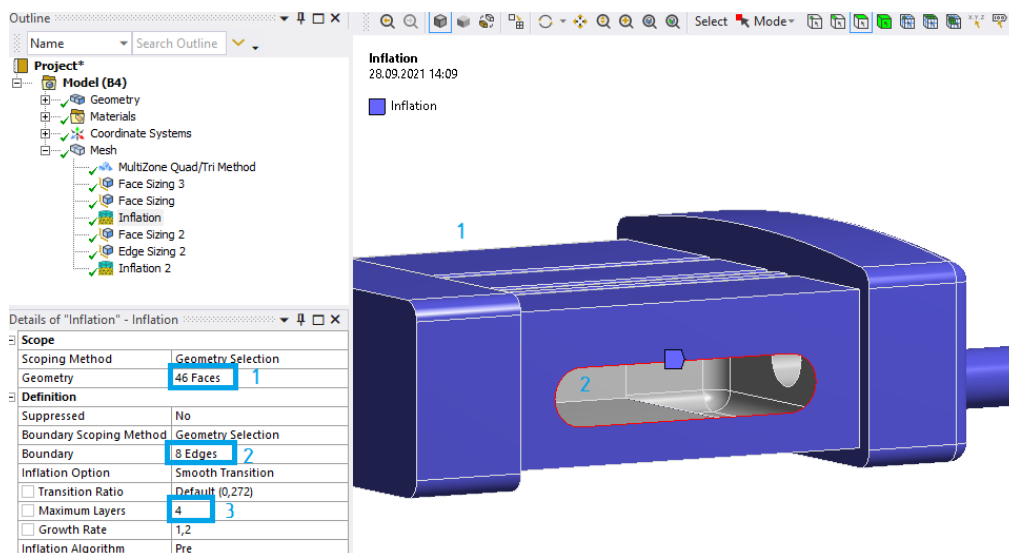

Рис. 23. Задание настроек сетки
6.7. Жмем ПКМ на **Mesh – Insert – Inflation**, указываем всю геометрию (1), выделяем ребра на обеих боковых сторонах (2) и задаем величину дополнительных разбиений ячеек (3) 4 (рис. 23).